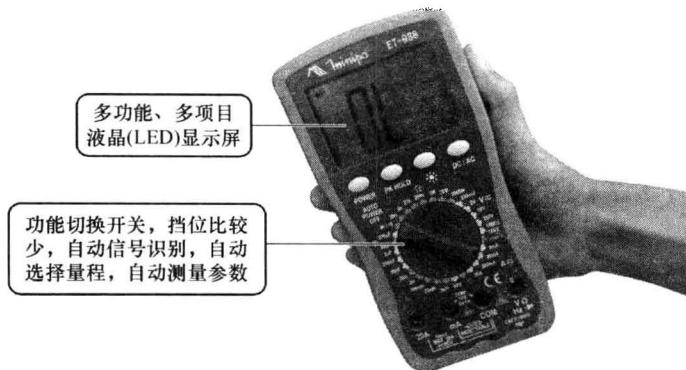

图 1-11 手持式数字式万用表
① 手持式数字式万用表。图 1-11 所示为手持式数字式万用表，这是平时比较常见的数字式万用表。